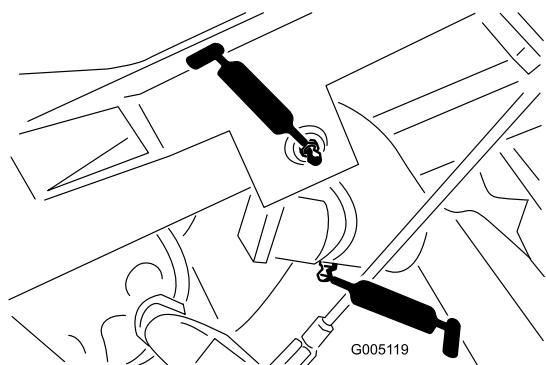

Figura 41
- Pivote del brazo de elevación (3) y bisagra del pivote (3) (Figura 41)